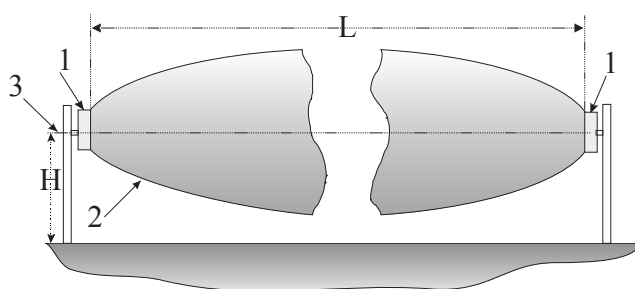

Рис. 4.1
4.5 При выборе высоты установки необходимо учесть, что, при приближении к БПРД (БПРМ) вдоль оси, ЗО «сужается» как показано на рис. 4.1, 4.3. На